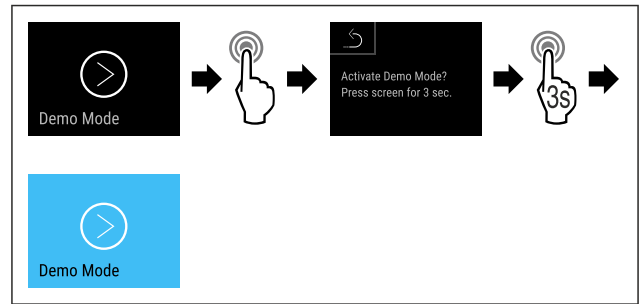

Fig. 159
- ▶ Efectuați pașii de acțiune (vezi Fig. 159) .